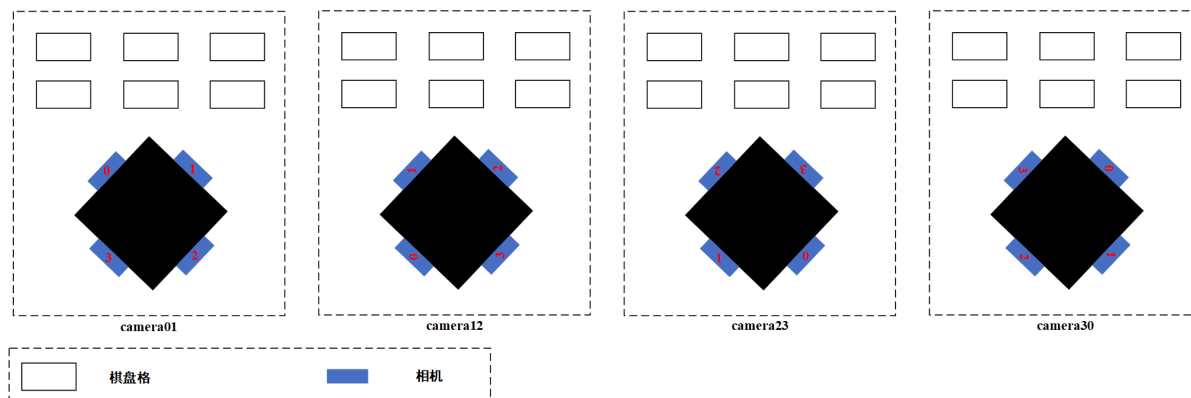

图5-3 便捷模式拍图流程
- 如图5-3所示先拍摄camera0和camera1的一组标定图